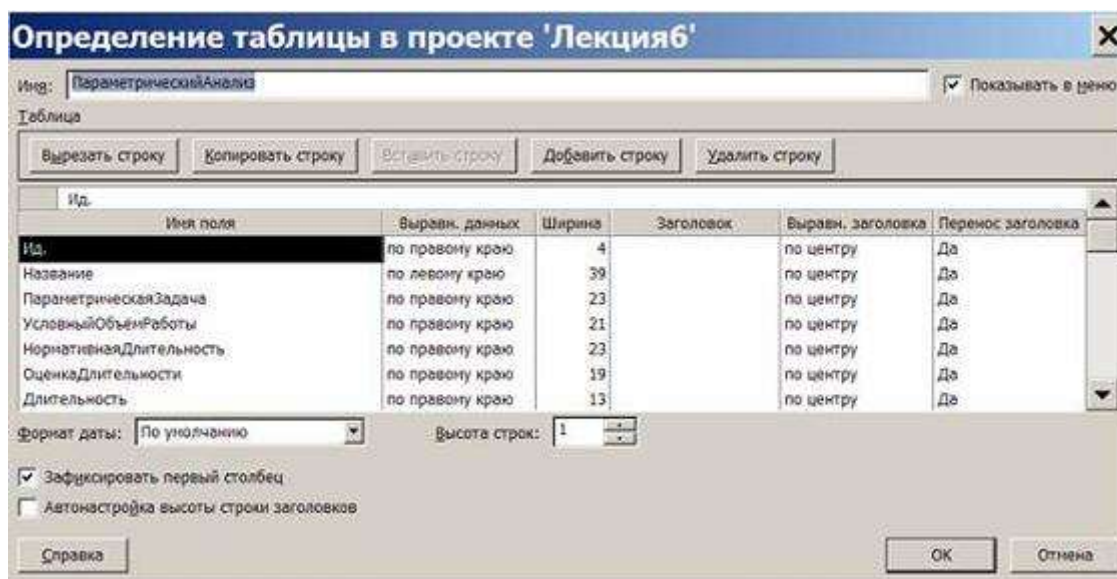

Рис. 6.4. Окно создания таблицы представления
5. Создать таблицу представления с именем *ПараметрическийАнализ*, включив в нее поля *Ид*, *Название*, *ПараметрическаяЗадача*, *УсловныйОбъемРаботы*, *НормативнаяДлительность*, *ОценкаДлительности*. Окно создания таблицы представления изображено на рис. 6.4.